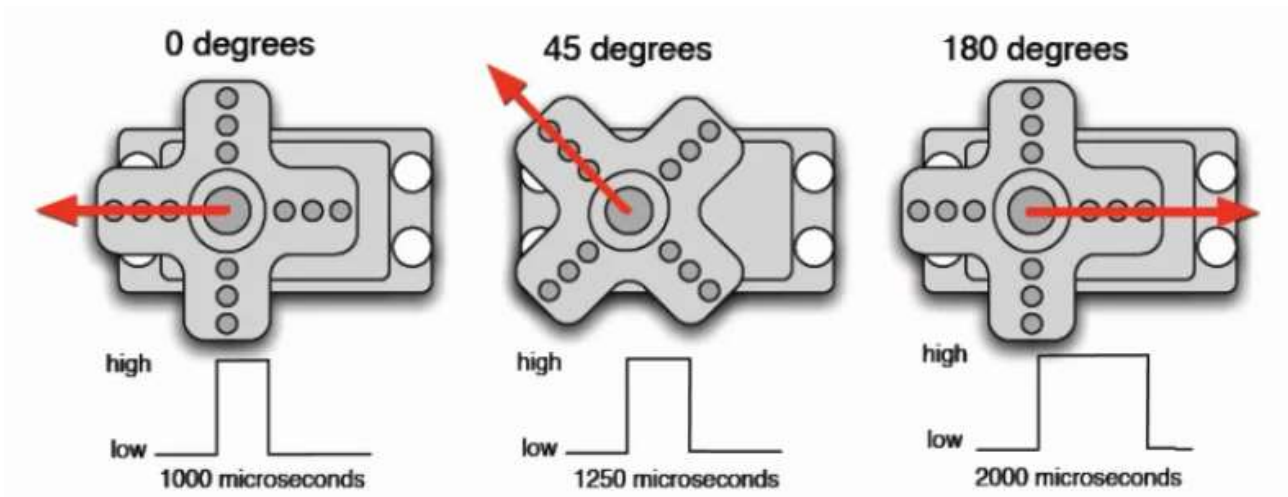

Рис.3.24 – Діаграма сигналів керування сервоприводами.
2. Розробити програмний код системи керування для забезпечення синхронного повороту валів сервоприводів згідно діаграм (рис.3.24).